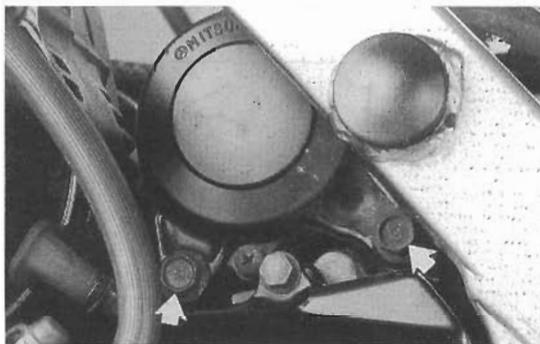

Bild 74
- Plus-Kabel von Starter trennen, zwei Befestigungsschrauben (Bild 74) herausdrehen und Starter unter Ruckeln nach links herausnehmen.